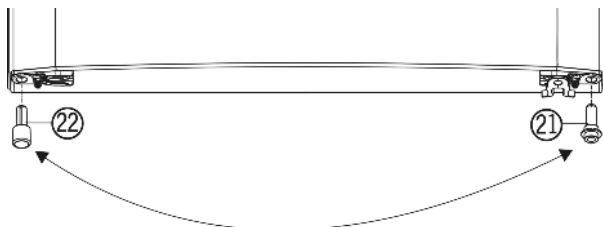

Fig. 4
- ▶ Linksonder de afstandhouder Fig. 4 (22) uit de deur verwijderen.
- ▶ De afstandhouder *Fig. 4 (22)* weer rechtsonder in de deur plaatsen.